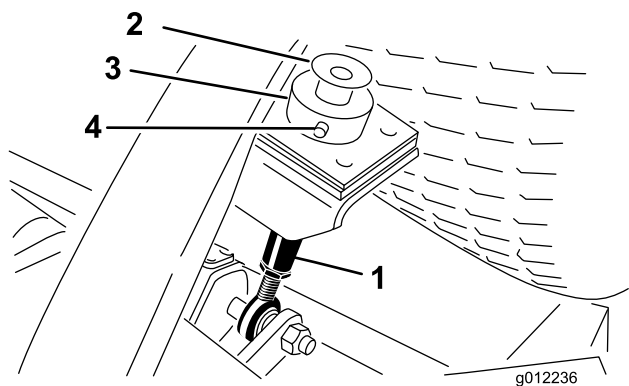

図 25
3. カuttingユニット後部で、刈高ロッドに刈高カラーを固定しているヘアピンとクレビス・ピンを外す(図 25)。刈高カラーを外す。
2. 各刈高ロッドの上部についているボルトとワッシャを外す(図 25)。